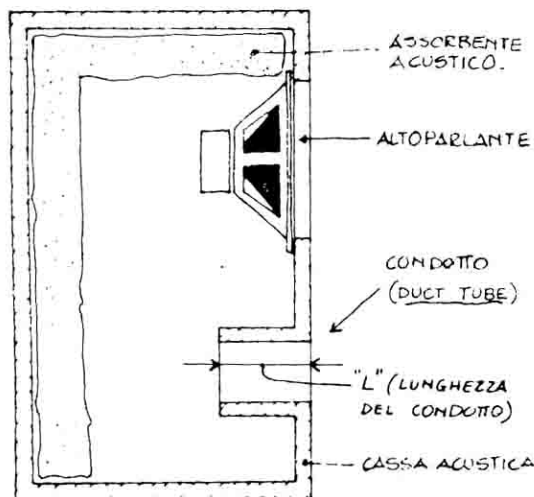

Fig. 53 - Costituzione del «bass-reflex a condotto» (sezione verticale).
3.4. Il «bass-reflex a condotto» (Fig. 53)